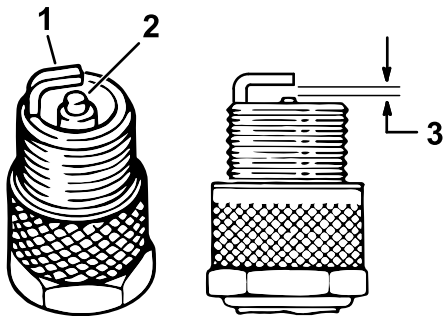

Bild 41
4. Prüfen Sie den Zustand der Seitenelektrode, der zentralen Elektrode und der Isolierung um die zentrale Elektrode, um sicherzustellen, dass nirgendwo Defekte aufgetreten sind (Bild 41).
5. Stellen Sie den Abstand zwischen der mittleren und seitlichen Elektrode auf **1 mm für EFI-Modelle** oder **0,76 mm für Vergasermotoren** ein, wie in Bild 41 dargestellt.